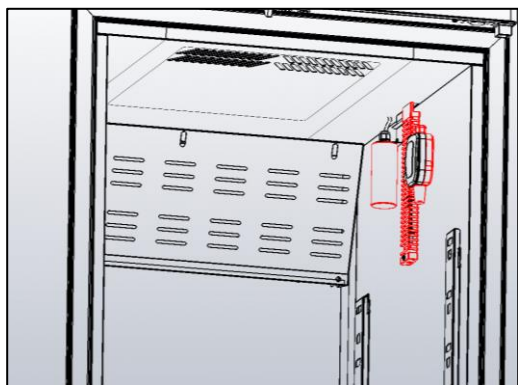

Ilustración 14 – posición sondas
- ✓ No colocar el material en contacto o cerca de las sondas de temperatura (Ilustración 14)